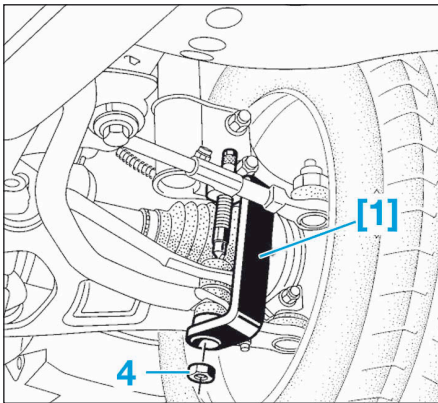

FIG.6
- [1]. Outil de mise en place des écrous des biellettes de barre stabilisatrice (référence : Sus. 1413) (Fig.6).
- Serrer ensuite, les écrous (5) à l'aide de l'outil [1] (Fig.6).